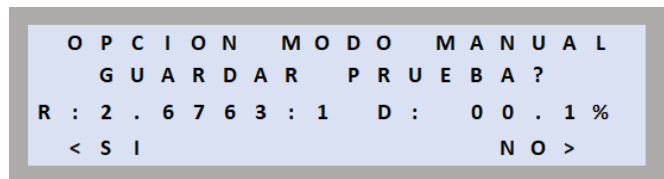

Figura 111
3. En este ejemplo, si la prueba se ha completado correctamente, la pantalla aparecerá tal como se muestra en la Figura 111.